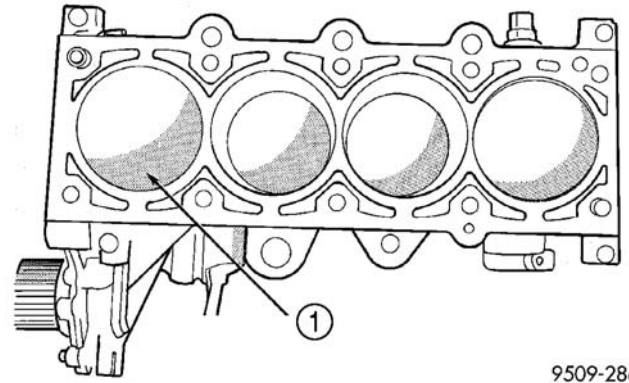
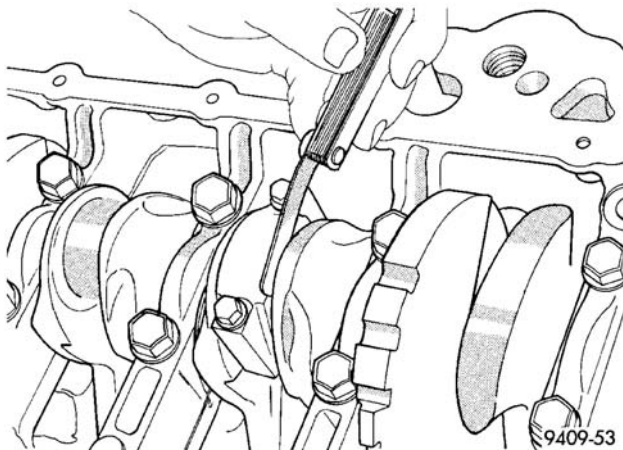

图 65 活塞记号
图 69 检查连杆侧面间隙
（2）活塞的前半部刻印有方向记号以使活塞面朝向发动机前端（图 65）。
- (4) 活塞上的刻印方向应面朝向发动机前端（图 65）。
- (5) 转动曲轴使连杆轴套位于缸径中央。将杆与活塞组件插入缸径内，并将导管杆穿过曲轴颈上。
- (6) 使用锤子柄轻轻拍打活塞往下于缸径内。同时，将连杆引导到连杆轴套上的位置内。
- (7) 安装新螺栓前，螺纹必须先涂上干净的机油。
- (8) 安装每个螺栓用手指拧紧，再轮流转紧螺栓以正确安装盖。
- (9) 拧紧螺栓至 27N·m 加上 1/4 转（20ft. lbs. 加上 1/4 转）。
- (10) 使用测隙规，检查连杆侧面间隙（图 69）。
- (11) 安装平衡轴组件。（参见 9-发动机/气门正时/平衡轴-安装）
- (12) 安装机油盘。（参见 9-发动机/润滑/机油盘-安装）
- (13) 安装气缸盖。（参见 9-发动机/气缸盖—安装）